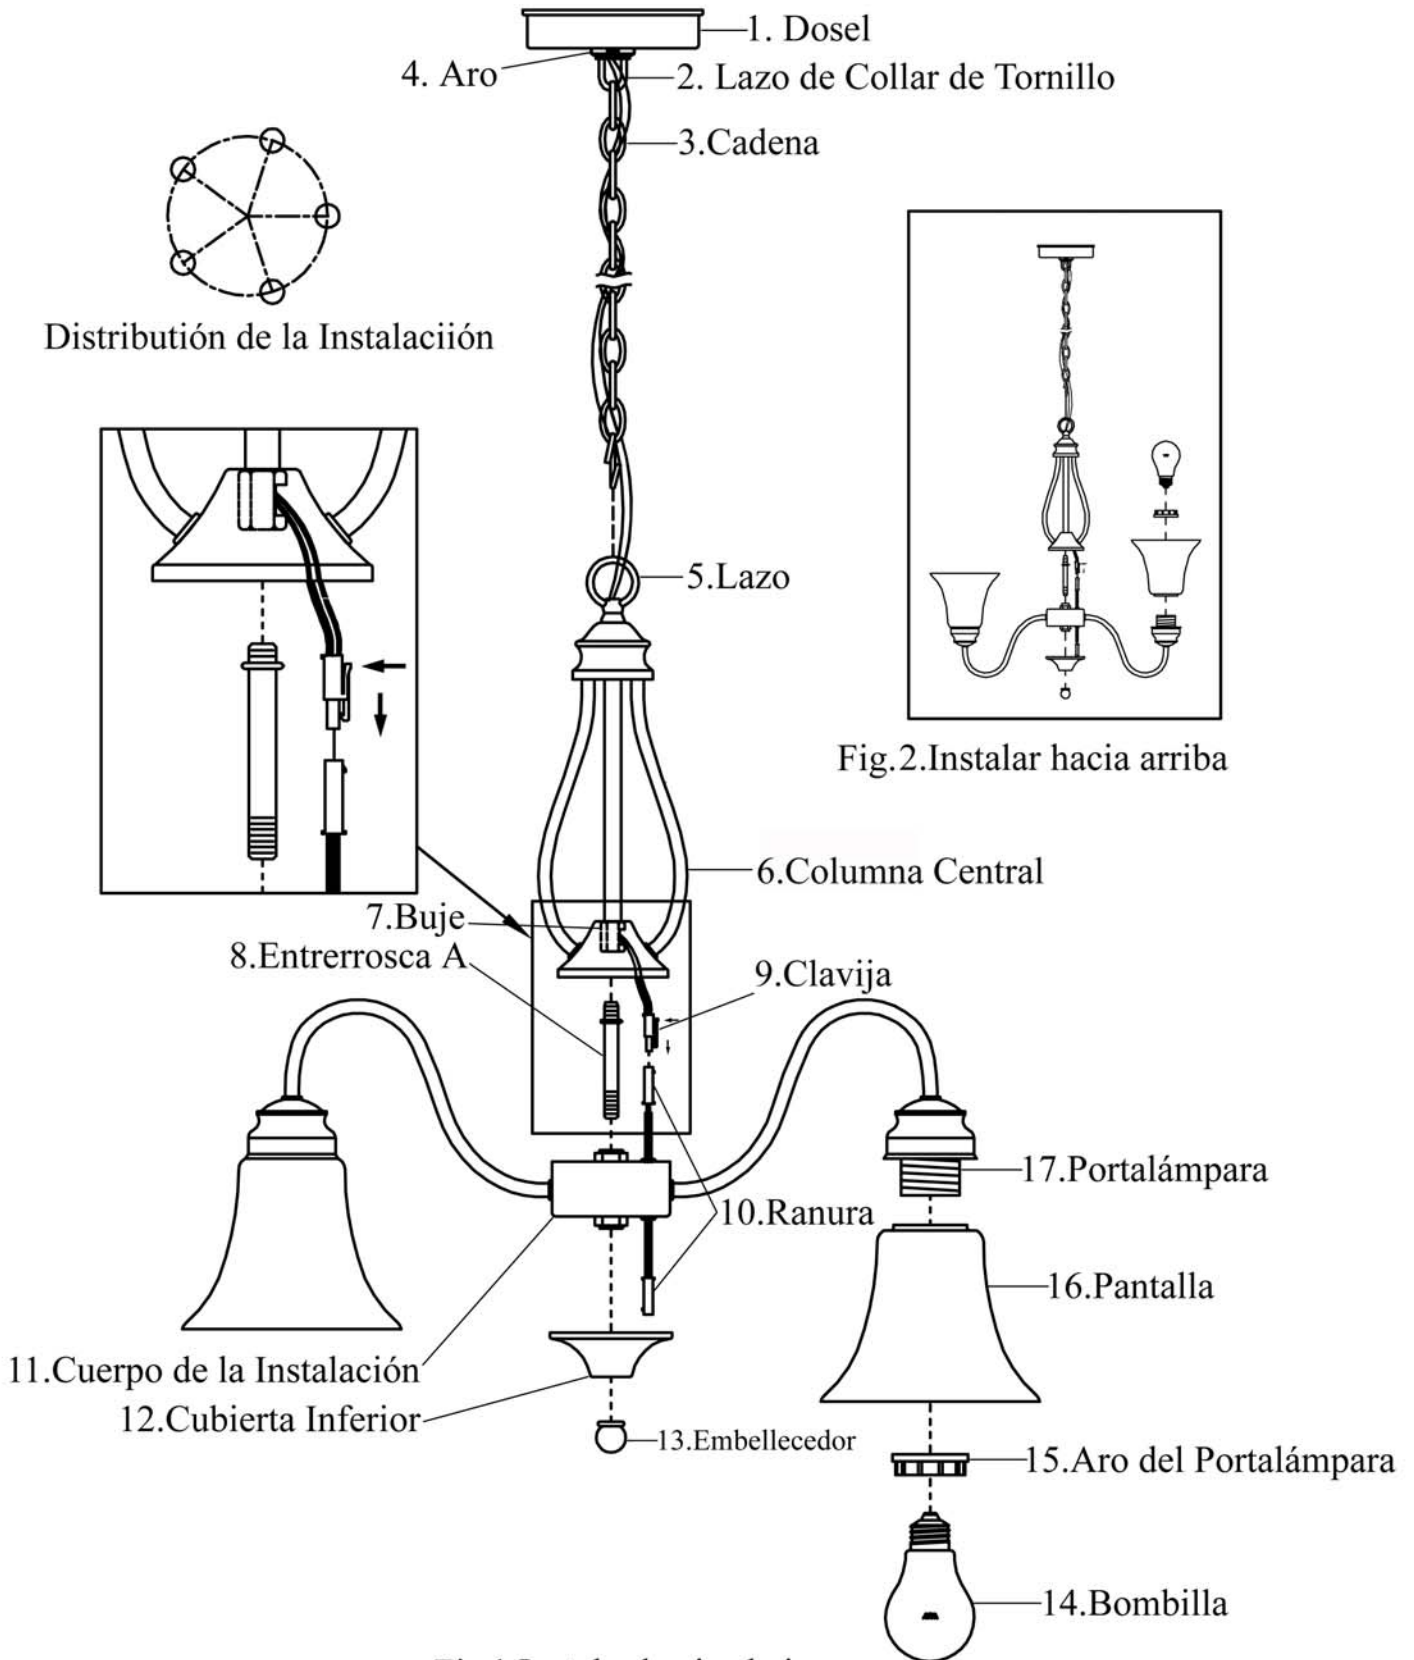

Fig.1. Instalar hacia abajo
1. Desempaquetar cuidadosamente la instalación, disponer todas las piezas sobre una superficie limpia. Esparcir uniformemente los brazos de la instalación para abrir la araña (vea la Distribución de la Instalación en la Página 13). La instalación puede ser montada con los focos hacia abajo, (Fig. 1 en la Página 13) o con los focos hacia arriba (Fig. 2 en Página 13). Las instrucciones de a continuación son para los focos hacia abajo.